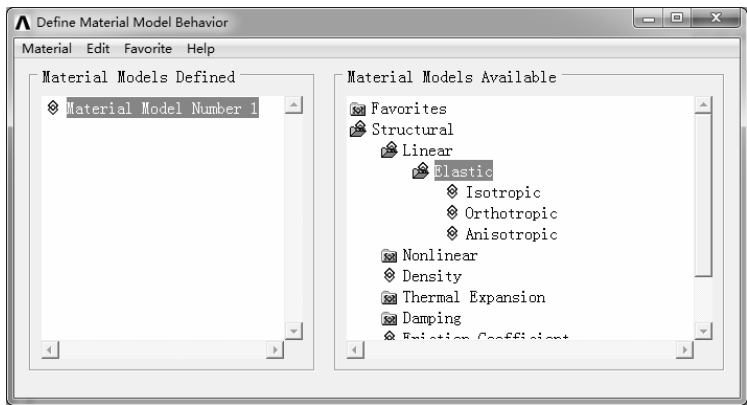

图 7-37 “Define Material Model Behavior”对话框
1) 选择“Main Menu>Preprocessor>Materials Props>Material Models”命令，弹出“Define Material Model Behavior”对话框，如图 7-37 所示。